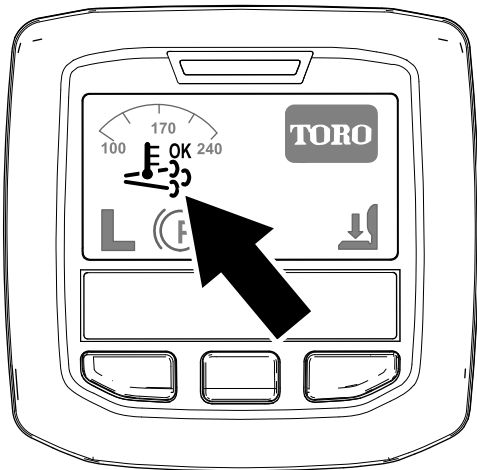

Figura 38
- Nell'InfoCenter viene visualizzata l'icona di rigenerazione assistita/ripristino (Figura 38).